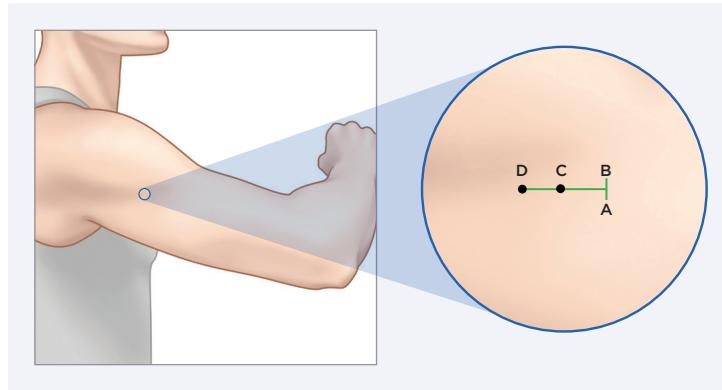

Bild 1
Början insättningen vid punkt B (bild 1) och gå mot punkt A, tills att insättningen är ungefär 5 mm.
**2.** Ta bort den trubbiga troakaren från brickan och för in den trubbiga troakaren i ca 45 graders vinkel mellan A och B (bild 1 och 2) så att spetsen och den avfasade delen på den trubbiga troakaren hamnar under huden, och tills insättningsskydden ligger an mot huden.